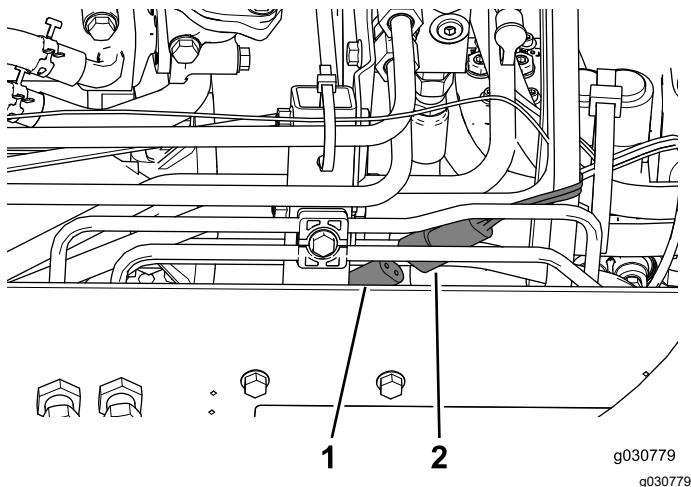

Figure 50
2. Branchez le connecteur d'alimentation de la cabine au connecteur sur le côté droit de la machine (Figure 50).